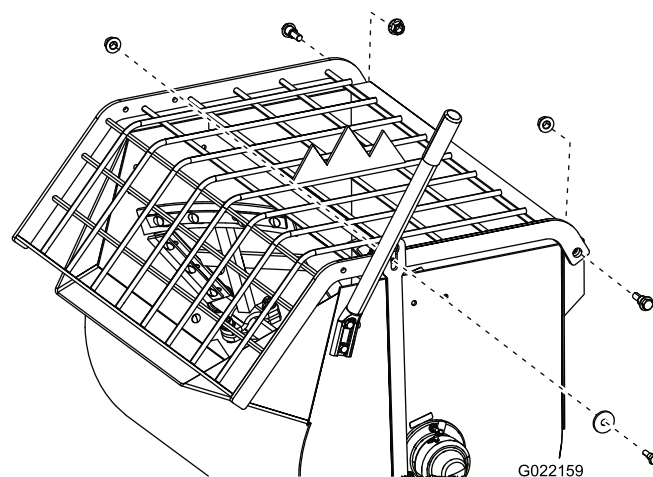

Figura 28
2. Retire las tuercas y los pernos que sujetan la rejilla al tambor, y retire la rejilla (Figura 28).